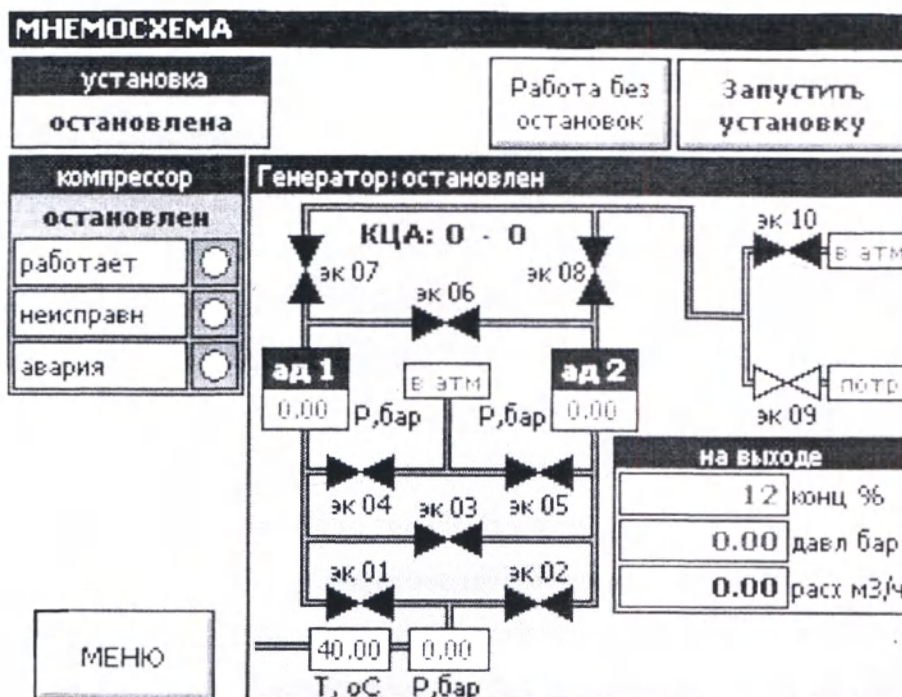
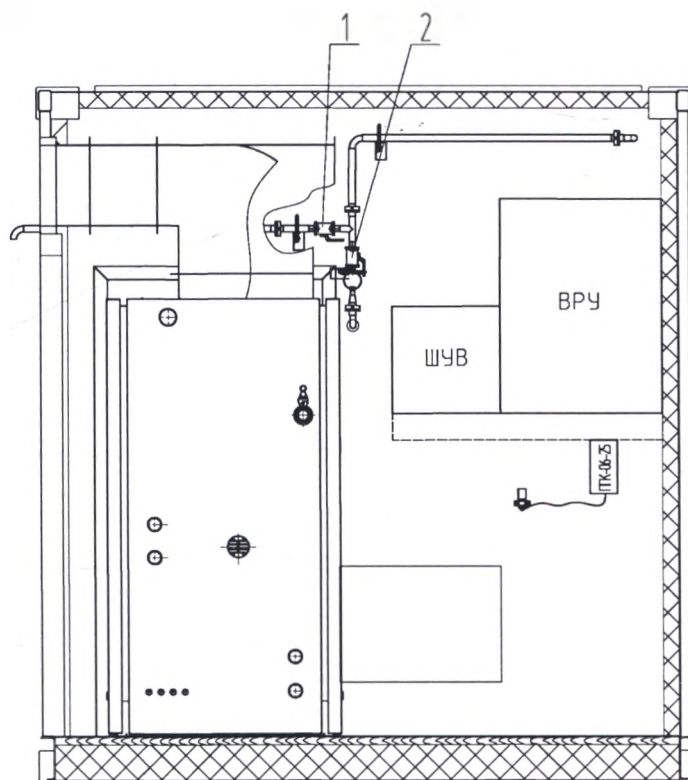

Рисунок 1 – Основной экран системы управления
Рисунок 2 – Схема расположения сбросного и продуктового кранов
9.1.7 Включить систему управления технологического процесса производства кислорода для ввода концентратора в работу. Включение системы управления осуществляется подачей питания на щит автоматики и нажатием оператором главного выключателя на щите. По окончании загрузки системы на панели управления появится основной экран системы контроля (см. рисунок 1) На основном экране отображаются контролируемые параметры.
Подать сжатый воздух в генератор, плавно открыв вентиль ВН1 (см. рисунок 1 РЭ1).
Приоткрыть кран (1), расположенный на трубе, идущей от кислородного ресивера к кислородному компрессору, для сброса некондиционного кислорода (см. рисунок 2), кран (2) должен быть закрыт.
Открыть клапан отбора пробы кислорода на комплект кислородного газоанализатора (см. рисунок 1 РЭ1).
Полностью открыть кран (2) подачи кислорода (см. рисунок 2), контролирующий движение кислорода от кислородного ресивера к потребителю, и установить необходимую потребителю величину давления на регуляторе давления выходного блока кислородного ресивера в соответствии с потребностями процесса – давление 0,7 – 4,0 бар.
- полностью закрыть ручной кран ВН5 (см. рис.1 РЭ1);
- при выключении генератора кислорода на 24 ч или более полностью закрыть краны ВН1, ВН2 (см. рис.1 РЭ1), стравить кислород, сбросить давление в кислородном ресивере, открыв кран (1) (см. рисунок 2);